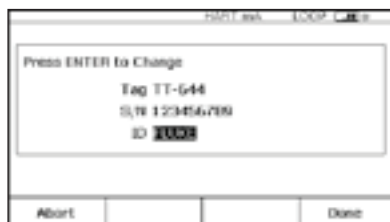

Figura 9.
10. Eso abrirá la pantalla de introducción de etiquetas (Figura 9).